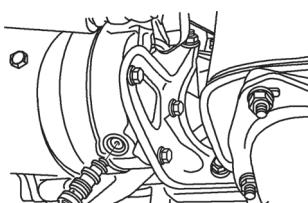

图 5-88 控制阀总成的拆卸
①回收制冷剂。
②拆出控制阀定位卡环。
③移出控制阀如图 5-88 所示。